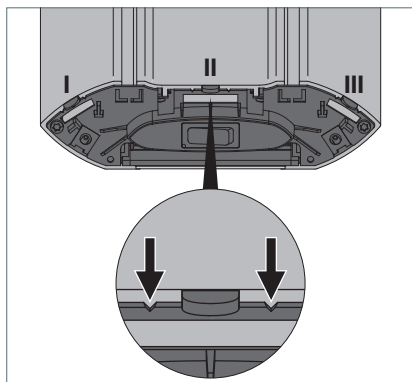

Fig. 1: Preparazione del passacavo.
- Rimuovere la copertura del passacavo in prossimità degli incavi con una pinza sulle posizioni **I**, **II** o **III**, dove si intende condurre il cavo di collegamento dell'apparecchio d'illuminazione, vedi Fig. 1.